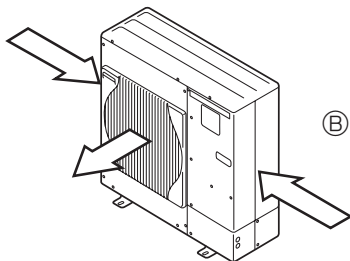

Fig. 2-4
③ Se possibile, posizionare l'unità in modo che la bocca di uscita soffi perpendicolarmente alla direzione del vento stagionale. (Fig. 2-4)